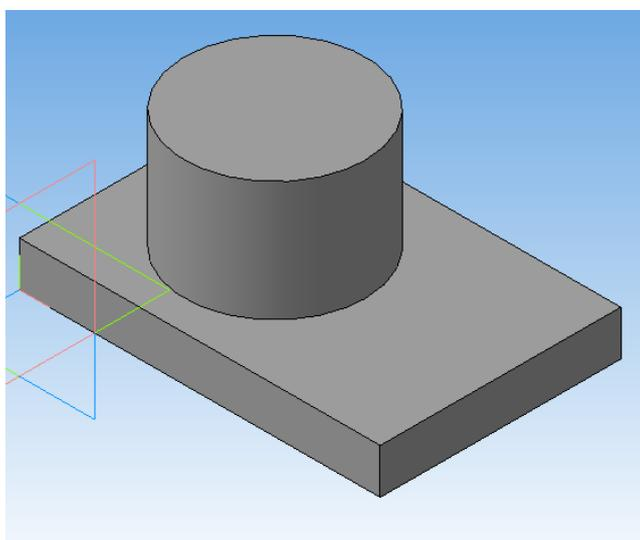

Рисунок 49.
7. Выполните **Операцию выдавливания**  и вытяните ваш эскиз окружности, указав в параметрах **На расстояние** и размер **40мм** (рисунок 49).